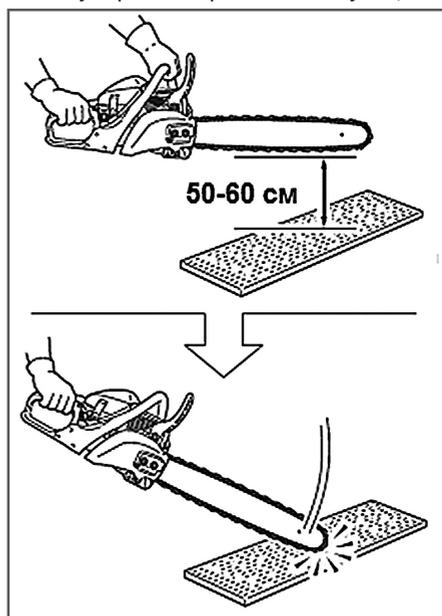

Рис. 8 Проверка инерционного тормоза
1. Возьмитесь за переднюю и заднюю рукоятку бензопилы и держите ее так, чтобы она располагалась на высоте 50-60 см от испытательной поверхности (Рис. 8).